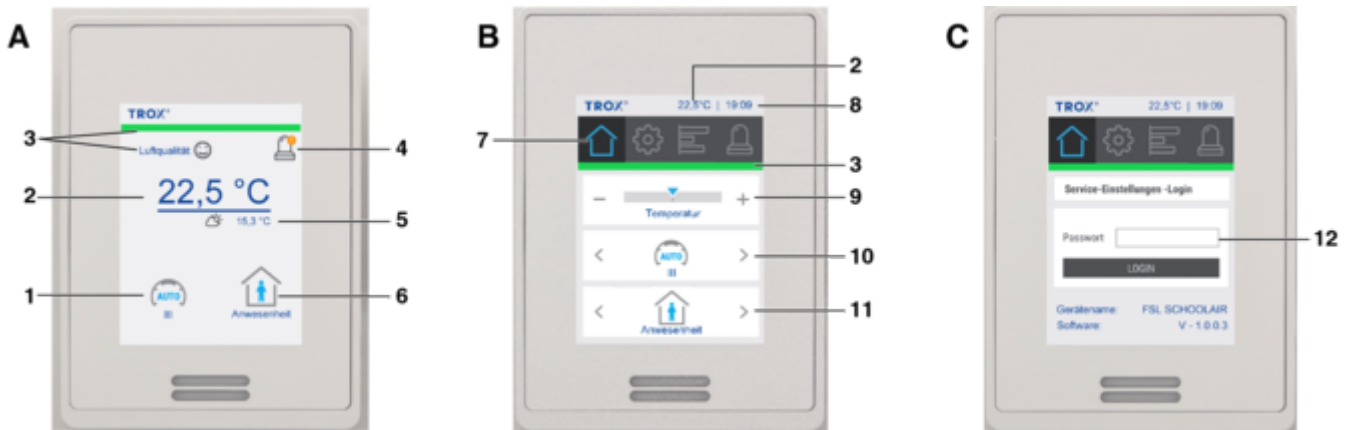

Abb. 36: Digitale Raumbediengerät
<p>Einstellungen</p> <p>Anzeige Geräte-Name (konfigurierbar über Einstellungen) und aktuelle Softwareversion. Passwortgeschützter Bereich zum Zurücksetzen der Filterwechselanzeige und Aktivierung der Ferienschaltung (Betriebsmodus = Aus).</p> <p>Der Zugriff auf die Einstellungen kann mit einem Passwort (optional) gesperrt sein, (Abb. 36 /C).</p> <p>Zur Passworteingabe das Feld „Passwort“ (12) anwählen. Mit der eingeblendeten Ziffern-Tastatur das festgelegte Passwort eingeben und mit [Enter] (links unten) bestätigen. Danach [Login] tippen.</p>